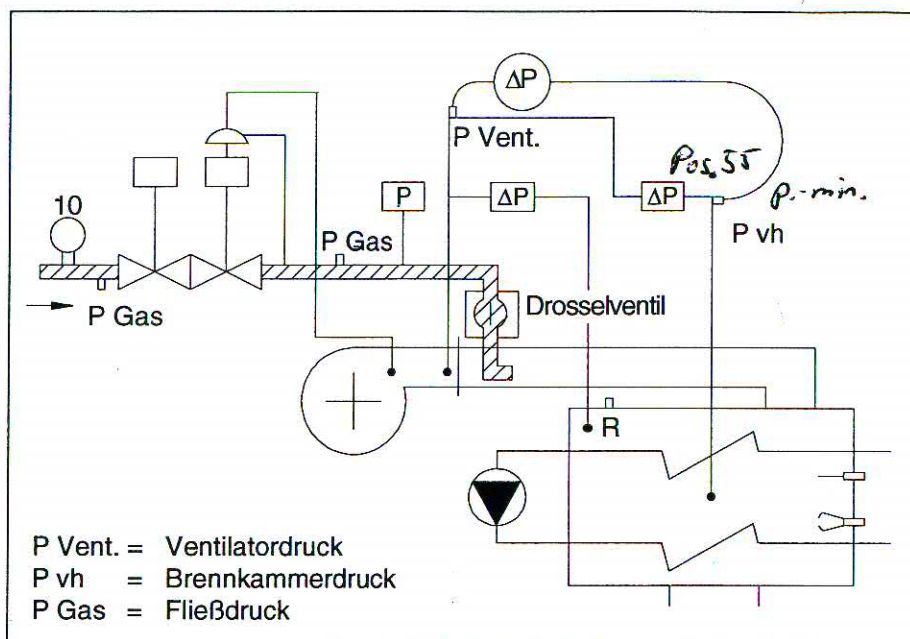

Abb. 17 Brennerdruck-Messung
- 6.6 Vollast** Die Einstellwerte bei Vollastbetrieb müssen kontrolliert werden. Eine Änderung, speziell am Schmetterlingsventil in der Gasstraße darf nicht vorgenommen werden. Mit der Überbrückungstaste wird der Brenner auf Vollast gebracht (Punkt 7, s. 39). Der Vordruck vor dem Gasventil wird gemessen (Abb. 17). Er darf nicht niedriger als 20 mbar sein (siehe Punkt 3.2). Auch bei Betrieb mehrerer Kessel in Vollast darf dieser Druck nicht unterschritten werden.
- 6.9 Brennerdruck** Der Brennerdruck wird bei Vollast gemessen zwischen P(Vent) und P(vh) gemäß Abbildung 17. Die Werte müssen im Prüfprotokoll eingetragen werden. Diese dienen als Vergleichswerte zu späteren Messungen. Differenzen, die sich bei späteren Messungen ergeben, sind ein Anhaltspunkt für den Verschmutzungsgrad des Brenners.